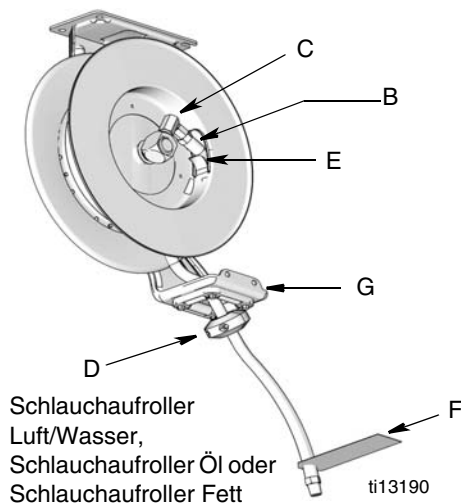

ABB. 21
5. Schlauch (B) vom Drehgelenk (C) abziehen (ABB. 21)
6. Installieren Sie den Schlauchstopper (D) am Schlauchende. Wenn der Schlauch mit einem Warnhinweis ausgestattet ist, sollte der Stopper an dem Schlauchende montiert werden, an dem sich der Warnhinweis (F) befindet.
in der Spule (ABB. 21).